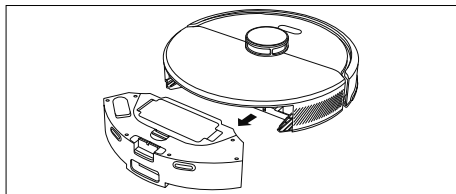

Afb. 25 – Stofzak vervangen
- ▶ Plaats een nieuwe stofzak in de houder in de kamer zoals afgebeeld (**blz. Afb. 25**).